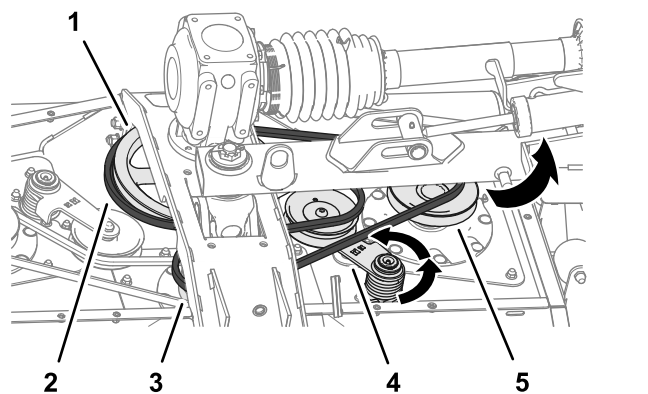

Figura 65
3. Fate scorrere la cinghia lunga via dalla puleggia motrice, dalla puleggia del mandrino centrale e dalla puleggia del mandrino di destra (Figura 65).
2. Utilizzate una barra di interruzione o un utensile simile per ruotare il tendicinghia per la cinghia lunga in senso antiorario e fate scorrere la cinghia via dalla puleggia tendicinghia (Figura 65).